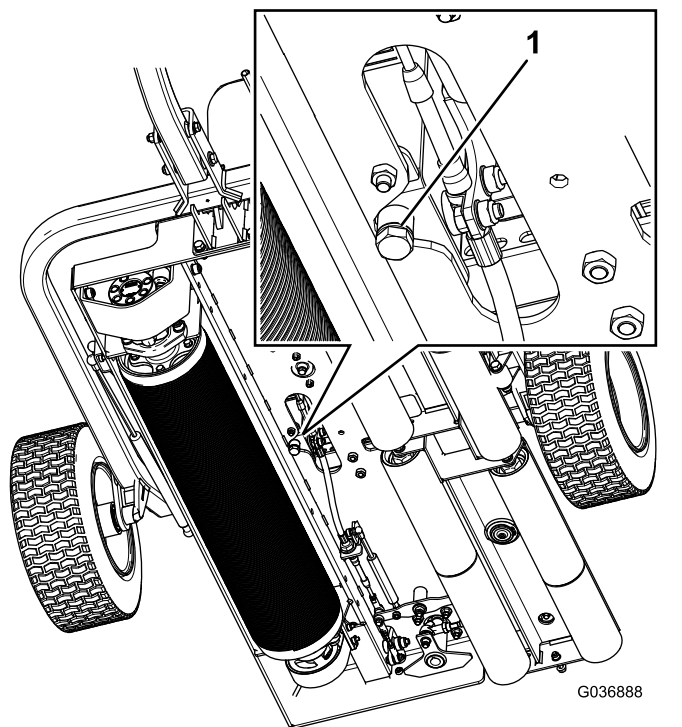

図 36
1. 機体下にある油圧オイルドレンプラグの下に廃油受けを置く (図 36)。
2. タンクの底にあるドレンプラグを抜いてオイルを抜く 図 36。